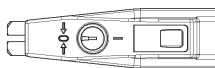

Fig. 2
7.6. Para impedir un peligro de incendio tras finalizar los trabajos de soldadura, se deberá volver a girar el enclavamiento¹⁰ a la posición "0" (véase Fig. 2). Ahora el aparato está protegido contra una conexión accidental.